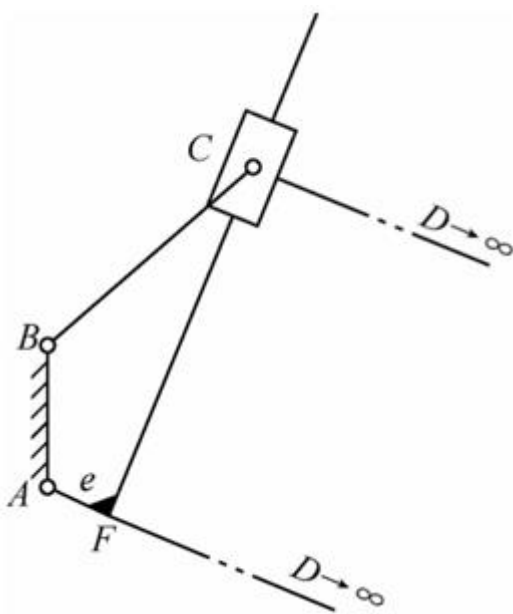

图2-2-2
2-2 试运用铰链四杆机构有整转副的结论, 推导图2-2-2所示偏置导杆机构成为转动导杆机构的条件 (提示: 转动导杆机构可视为双曲柄机构)。
(3) 对 (1)、(2) 进行综合分析知，图2-2-2所示偏置导杆机构成为转动导杆机构的条件是 $l_{AB} + e < l_{BC}$ 。